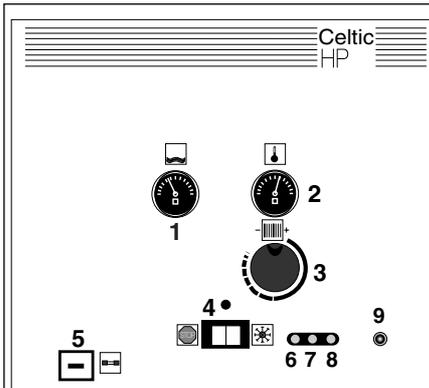

Fig. 1
Vérifiez que la pression dans le circuit de chauffage est suffisante : l'aiguille du manomètre (1) (fig. 1) doit se situer entre 1 et 2,5 bar même si la chaudière n'est utilisée
- Placer l'interrupteur (4) (fig. 1) en position « ☀ » ou en position « ☁ ».
Placer l'interrupteur (4) (fig. 1) en position « ☀ ». Cette chaudière est conçue pour fournir de l'eau chaude à température constante, pour un débit d'eau sanitaire compris entre 1,5 et 12 l/min. (à 57° C environ), les températures plus basses seront obtenues aux points de puisage par mélange d'eau froide.
**Nota :** lors d'un puisage d'eau chaude sanitaire, la température indiquée par le thermomètre (2) est celle du circuit primaire de l'échangeur, voisine de 90° C.
Placer l'interrupteur (4) (fig. 1) en position « ☁ ».
Thermostat chauffage : le bouton (3) (fig. 1) de ce thermostat règle la température de l'eau du départ chauffage. Il donne la possibilité d'ajuster le niveau de température de l'eau dans les radiateurs du circuit de chauffage en fonction des besoins saisonniers.
Placez l'interrupteur (4) (fig. 1) en position « ☀ ». La chaudière produit alors uniquement de l'eau chaude.
- Placez l'interrupteur électrique (4) (fig. 1) en position arrêt « ⏻ ».
Votre installation de chauffage ne peut fonctionner correctement que si la pression d'eau dans le circuit de chauffage est suffisante ; l'aiguille du manomètre (1) (fig.1) doit se situer entre 1 et 2,5 bar. Au-dessous de 1 bar, rétablissez la pression du circuit :
1. Placez l'interrupteur (4) (fig. 1) sur la position «».